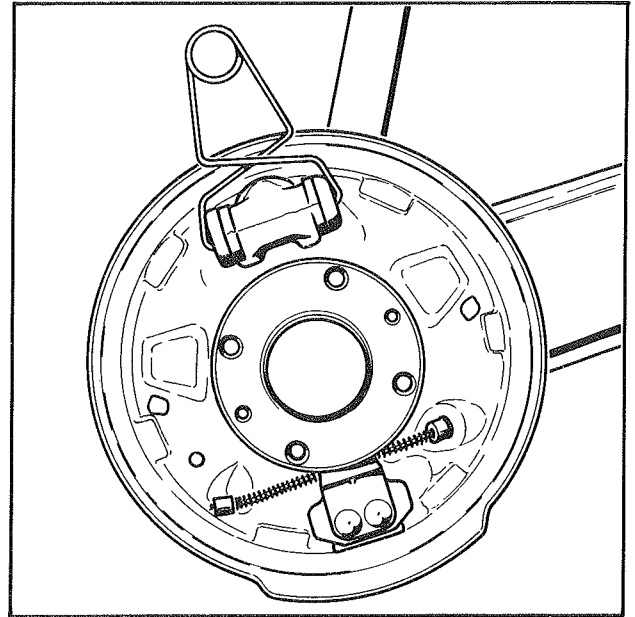

Fig. 6
- Maintenir les pistons du cylindre de roue pour éviter qu'ils n'échappent de l'alésage (fig. 6). Pince Muller 5577 T.